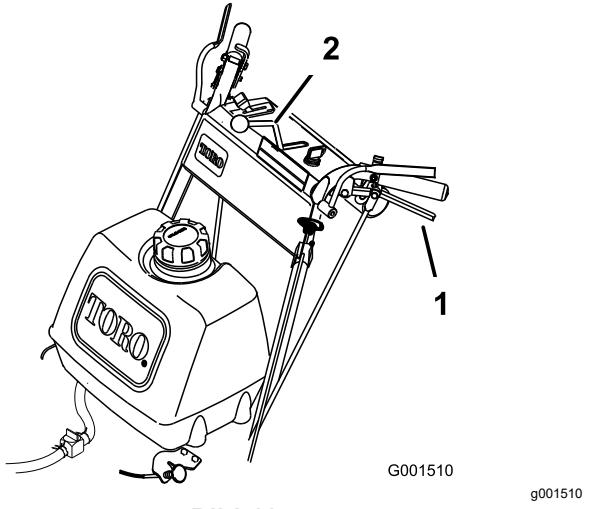

Bild 11
4. Lassen Sie die Antriebshebel langsam los, um vorwärtszufahren (Bild 11).
Lassen Sie den beide Hebel gleichmäßig los, um geradeaus zu fahren (Bild 11).
Bewegen Sie zum Wenden den Antriebshebel auf der Seite und Richtung, in die Sie lenken möchten (Bild 11).
Drücken Sie die Antriebshebel langsam gegen den Griff, um rückwärts zu fahren (Bild 11).